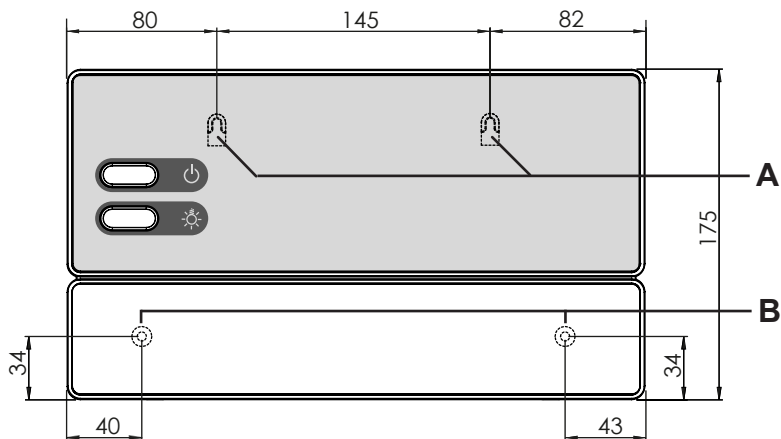

Fig.2 Posizione del dispositivo di sospensione e dei fori di montaggio (misure in mm)
1. Avvitare due viti con intaglio a croce (16 mm) sulla parete della sauna a un'altezza di ca. 1,70 m e lasciandole fuoriuscire per una distanza max di 7 mm. Entrambe le viti devono essere posizionate a una distanza di 145 mm l'una dall'altra (vedi **Fig.2**).
3. Con l'ausilio del dispositivo di sospensione **A**, agganciare il comando della sauna alle viti con intaglio a croce montate (vedi **Fig.2**).
4. Avvitare due viti con intaglio a croce (16 mm) nei fori di fissaggio inferiori **B** (vedi **Fig.2**).